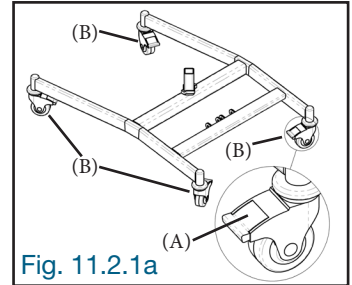

Fig. 11.2.1a
Chacune des quatre roues possède un frein (A). Assurez-vous que le frein des quatre roues (B) est bien verrouillé lorsque le produit est utilisé, ajusté ou rangé (Fig. 11.2.1a).